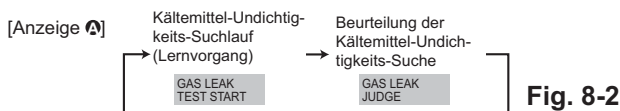

Fig. 8-2
- ② Drücken Sie die **CLOCK** (**∇**)-Taste und wählen Sie **[GAS LEAK TEST START]** (START DES GASUNDICHTIGKEITS-TESTS) (Fig. 8-2)